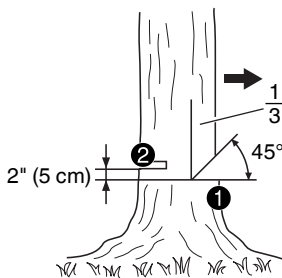

Fig. 29
- (1) Couper par le dessous (❶ comme indiqué sur la Fig. 29):
- (2) Trait d'abattage (❷ comme indiqué sur la Fig. 29):